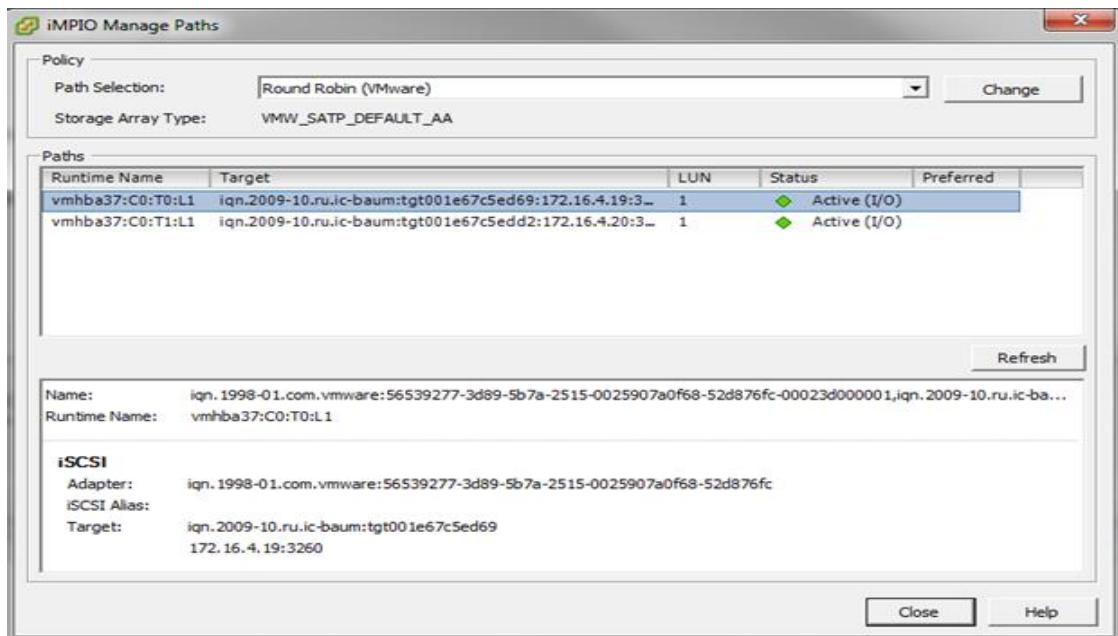

Рисунок 154. Manage Paths ESXI
5. В пункте Path Selection выберите Round Robin (см. Рисунок 154).